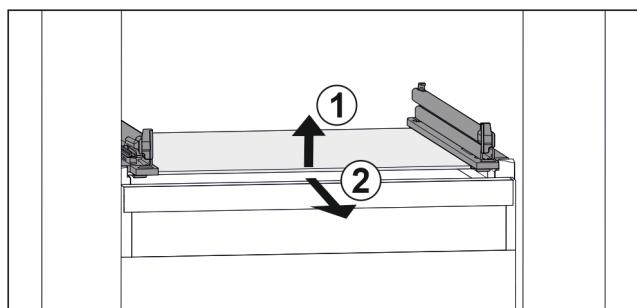

Fig. 118 Примерно изображение на стъклената плоча
- Повдигнете стъклената плоча отпред. Fig. 118 (1)
- Извадете стъклената плоча напред. Fig. 118 (2)